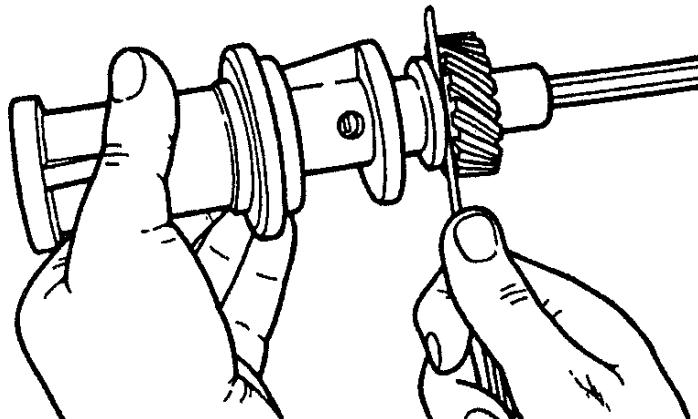

Рис.48. Проверка осевого зазора в приводе масляного насоса
4. Проверить легкость вращения валика от руки. Проверить щупом зазор между упорной шайбой и торцом шестерни привода (рис.48), который должен быть 0,15...0,40 мм.